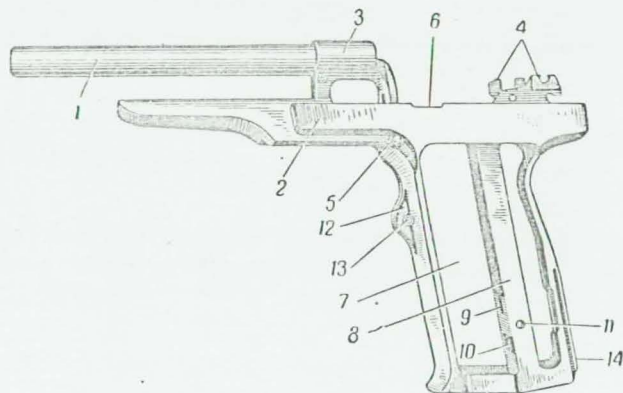

Рис. 24. Рамка со стволом и основанием рукоятки:
25. Рамка со стволом и основанием рукоятки (рис. 24).